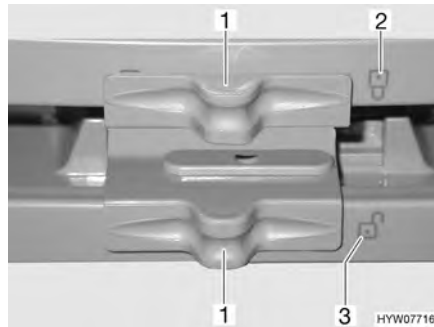

Fig. 144 Bloccaggio della porta del frigorifero/del vano congelatore (serie Dometic 7 con vano congelatore separato)
- Spingere il bloccaggio (Fig. 144,1) di lato in modo che la serratura aperta "🔓" (Fig. 144,3) sia visibile.
- Spingere il bloccaggio (Fig. 144,1) di lato in modo che la serratura aperta "🔓" (Fig. 144,2) sia visibile.